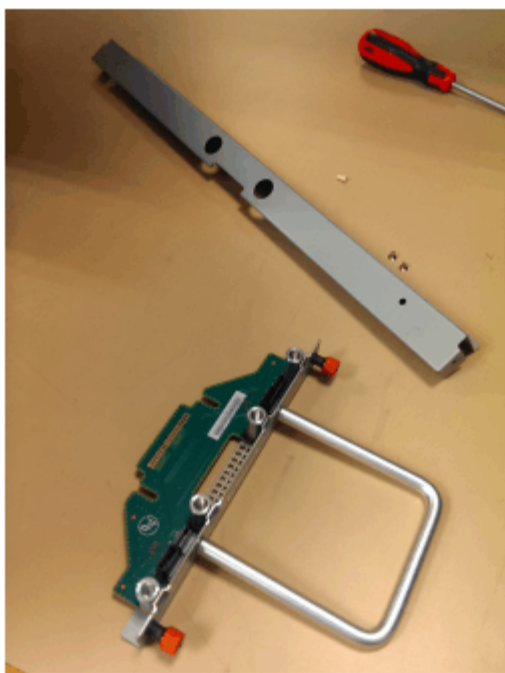

Figura 103. Peças da FIB para o chassi
1. Monte a nova FIB, a tampa e seus respectivos parafusos (mostrados em Figura 103 na página 88) em um local seguro.